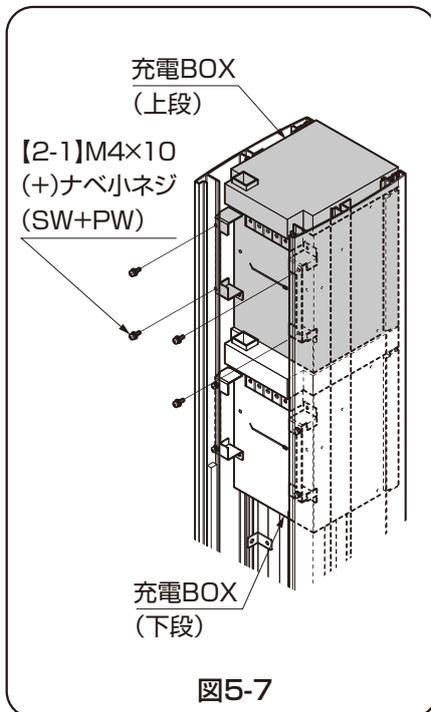

図5-7
- ③充電BOX(下段)を「5-1 充電BOXの取付け(1)1BOXタイプの場合」を参照して取付けてください。
- ④充電BOX(上段)をサイド柱の上側からスライドさせて、充電BOX(下段)の上に乗せてください。(図5-7参照)
- ⑤充電BOX(上段)を背面側から[2-1]で取付けてください。(図5-7参照)